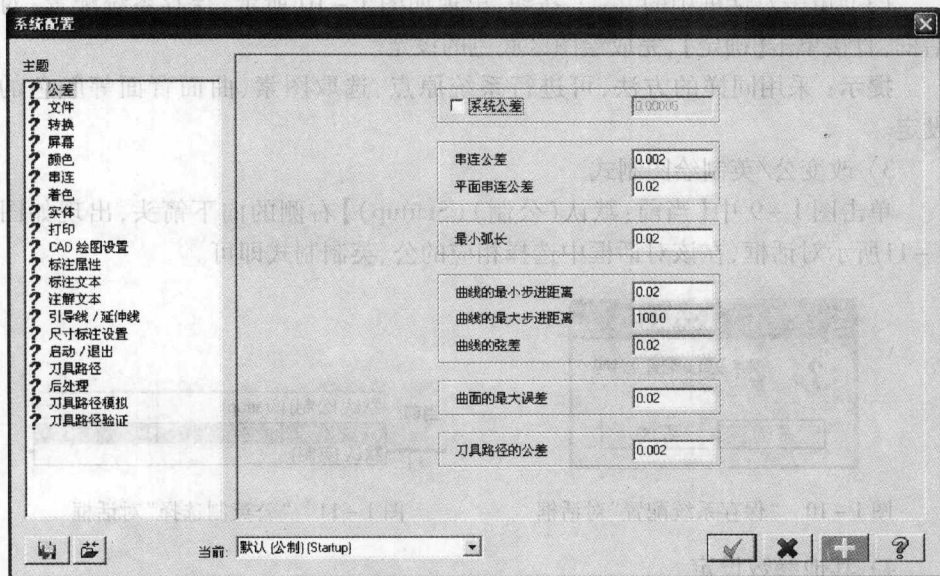

图 1-8 “系统配置”对话框
(1) 单击下拉菜单中的[I 设置]/[C 系统设置...],弹出如图 1-8 所示“系统配置”对话框。